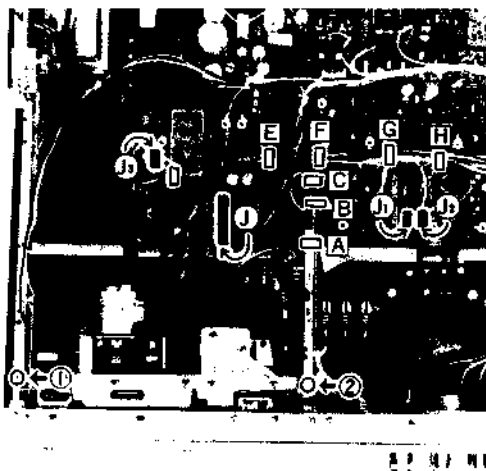

Abb. 3
b) Entfernen Sie den gebündelten Teil **A** -- **H**, wie in der Abb. 3 dargestellt ist.
c) Entfernen Sie (J), (J1) -- (J3) entsprechend er Abb. 3.
d) Schrauben (1) und (2) in der Abb. 3 (Gewindebohren 3 x 6) lösen.
Dieser Teil kann abgenommen werden, indem Sie die Schrauben ①, ② in der Abb. 3 lösen und den Mechanismus herausdrehen.